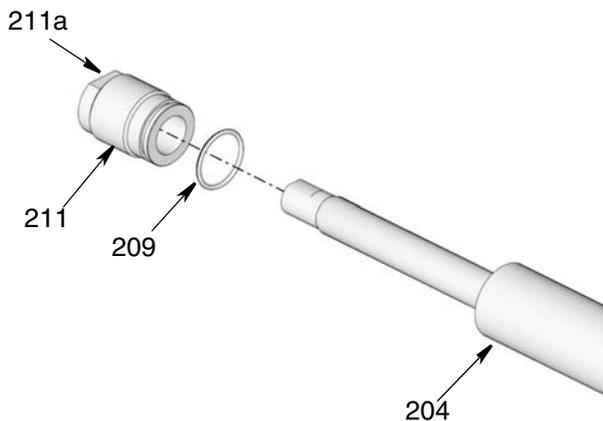

Рис. 41
15. Нанесите тонкий слой консистентной смазки на уплотнительное кольцо (209) и уложите его вокруг держателя уплотнения (211) (Рис. 41).
16. Вкрутите держатель уплотнения (211) в цилиндр насоса (204) с концом уплотнения установленным внутри цилиндра насоса, как показано на Рис. 41. Используйте гаечный ключ на гайке (211а) для надежной затяжки гайки переходника. Затяните с усилием 18 - 22 футов на фунт (24 - 30 Н•м)